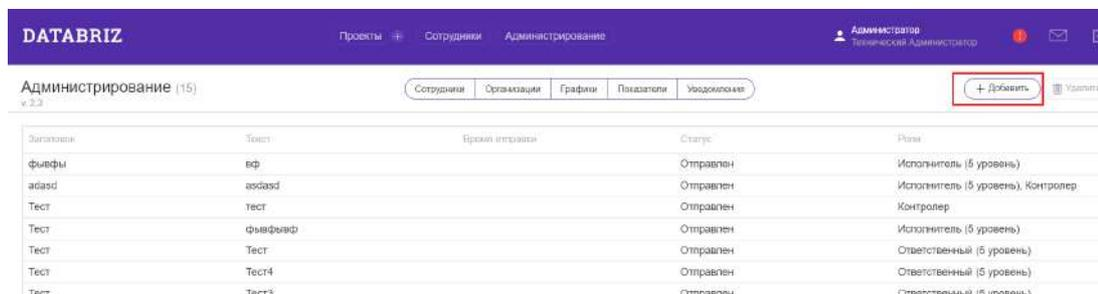

Рисунок 17 — Кнопка «Добавить» в странице произвольных уведомлений
5. Переключитесь на вкладку «Произвольные уведомления» и по функциональному элементу «Добавить» откройте форму добавления произвольного уведомления (см.рис.17);